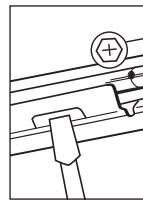

Figura 4
Paso 2. Deslice el marco a lo largo de las barras colgantes hasta el lugar deseado. Use los tornillos o la ranura de fijación para asegurar (Figura 4).